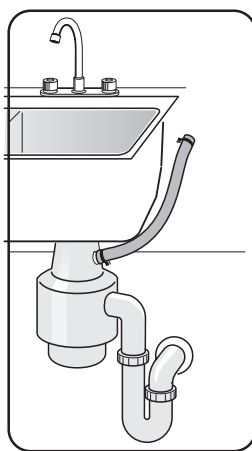

Figure 23
- 2 Directement sur la connexion de vidange d'un broyeur, **figure 23**.